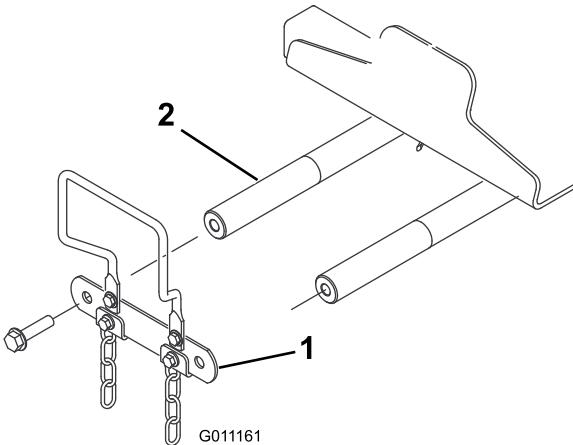

Figura 10
4. Nella parte anteriore della macchina rimuovete le 2 viti a testa cilindrica flangiata (1/2" x 2") che fissano il giunto dell'albero di articolazione agli alberi di articolazione del braccio di sollevamento e rimuovete il giunto (Figura 10).